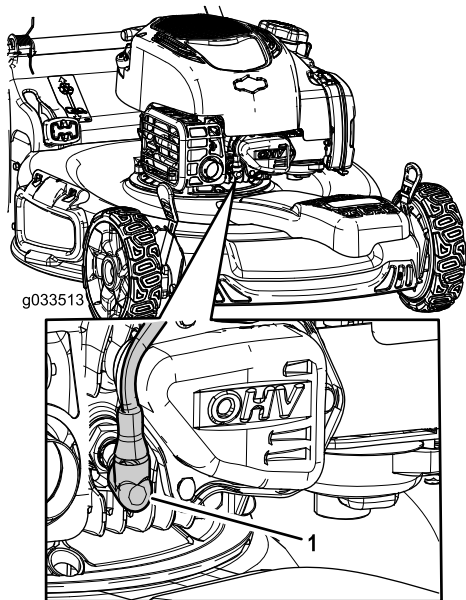

図 30
2. 整備などの前には、必ず点火プラグコードを外す 図 30。